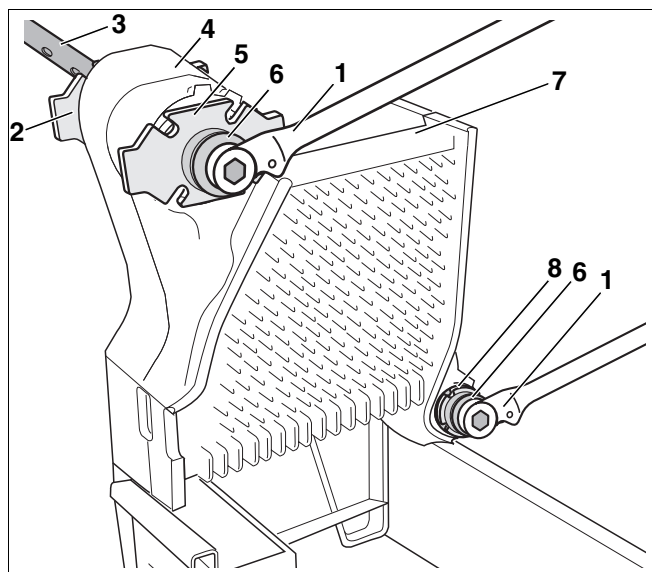

Рис. 18 Котел, вид сзади
- Надеть на стяжные гайки (рис. 18, **поз. 6**) ключи с трещоткой (рис. 18, **поз. 1**) и равномерно стянуть секции котла.